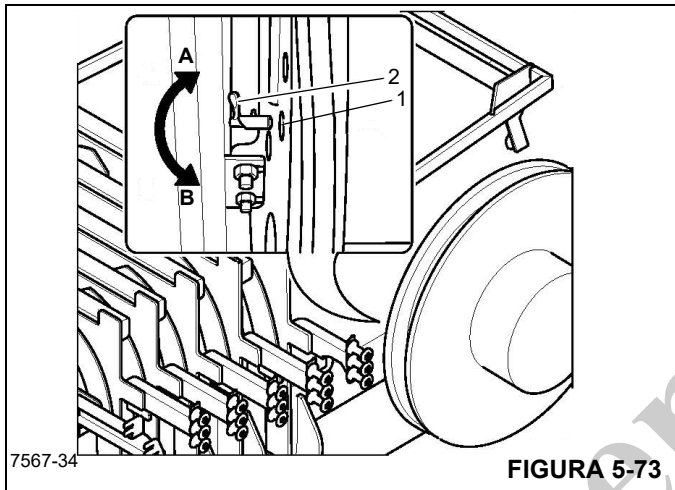

FIGURA 5-73
Os furos (1, Figura 5-73) estão distribuídos na roda interna do tambor da mangueira. Girar a trava (2) aciona o travamento do tambor com um dos furos, evitando que gire.
Gire a trava (2, Figura 5-73) no sentido horário (A) para tirá-la do furo.
1. Gire o tambor da mangueira até que um furo esteja alinhado com a trava (2, Figura 5-73).
2. Gire a trava (2) no sentido anti-horário até a posição (B), até que a trava encaixe totalmente no furo.